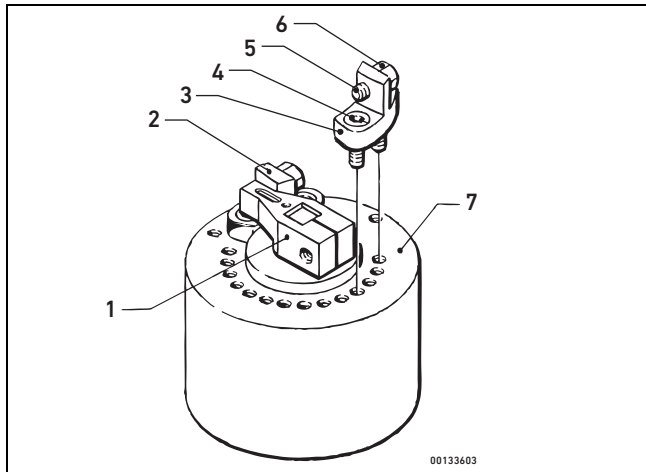

Abb. 5: Einstellbaren Anschlag einbauen
Der Drehantrieb in den Größen 2 bis 5 besitzt einen einstellbaren Anschlag bestehend aus einem Schwenkarm, der an der Welle auf der Rückseite des Drehantriebs befestigt ist, und zwei Anschlägen, die mit Stellschrauben eingestellt werden. Der Schwenkarm (1) und der Bezugspunktanschlag (2) sind bei Lieferung bereits eingebaut. Der einstellbare Drehwinkelanschlag (3) wird bei der Montage eingebaut (siehe Abb. 5).
1. Bringen Sie den einstellbaren Drehwinkelanschlag (3) mit Hilfe der beigelegten Schrauben (4) in die gewünschte Position (in Intervallen von 15°).
2. Befestigen Sie die Feineinstellschraube (5) und die Kontermutter (6) im Drehwinkelanschlag.